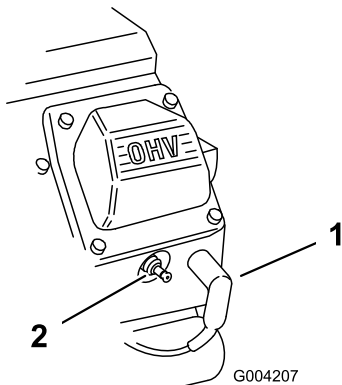

Bild 164
2. Ziehen Sie die Kabel von den Zündkerzen ab (Bild 164).